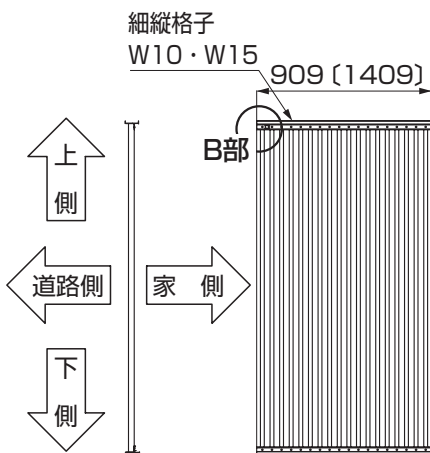
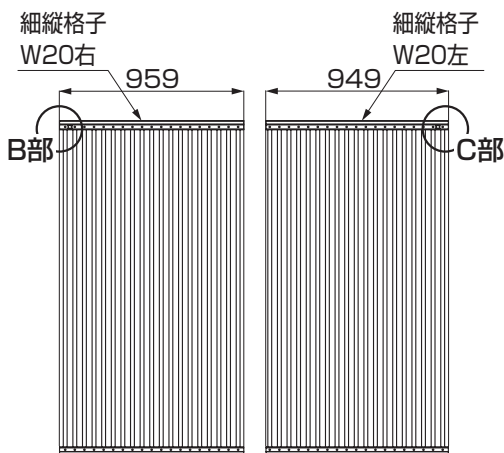
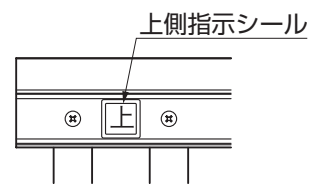
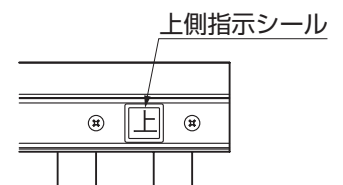

図5-7
図5-8
図5-9 B部詳細図
図5-10 C部詳細図
- W10・W15の場合、家側から見て左上に上側指示シールがくるように組付けます。(図5-7、図5-9参照)
- W20の場合、家側から見て両端上に上側指示シールがくるように組付けます。(図5-8、図5-9、図5-10参照)